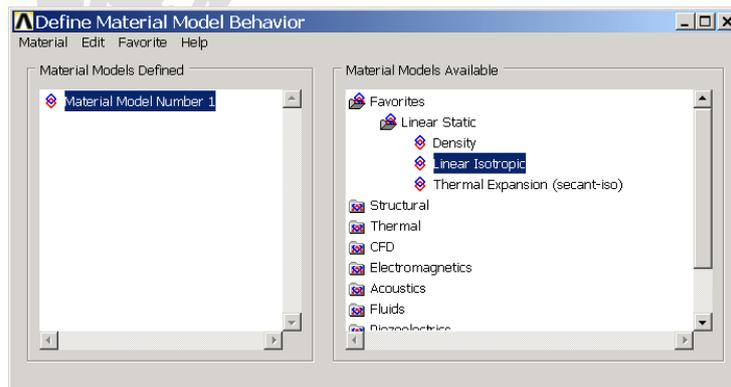
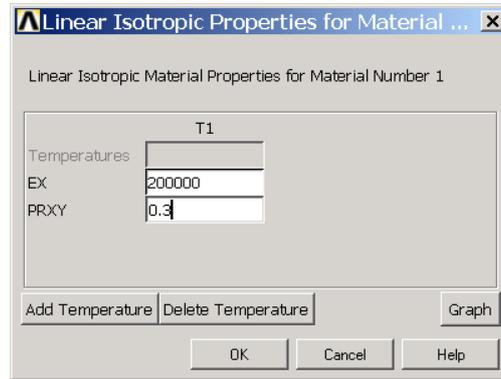

图1.28 【Define Material Model Behavior】对话框
图1.29 【Linear Isotropic Properties for Material...】对话框
(1) 在 ANSYS 程序主界面，单击 Main Menu>Preprocessor>Material Props>Material Models 菜单，弹出如图 1.28 所示的【Define Material Model Behavior】对话框。
(2) 选择图 1.28 对话框右侧的 Favorites>Linear static>Linear Isotropic 菜单，并双击【Isotropic】，接着弹出如图 1.29 所示的【Linear Isotropic Properties for Material...】对话框。